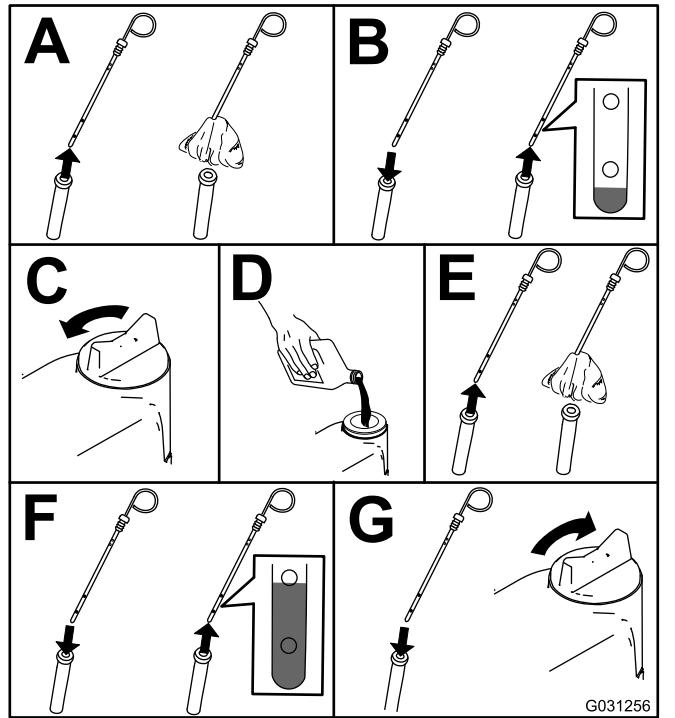

Bild 73
2. Prüfen Sie den Ölstand im Motor (Bild 73).